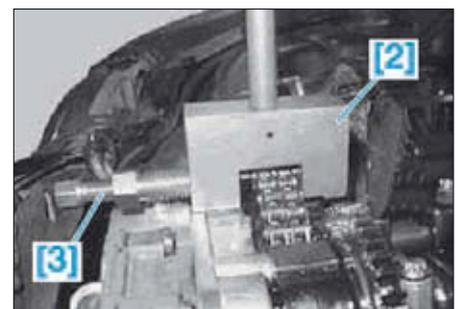

FIG. 4
- Mettre en place l'outil [2] sur la chaîne de distribution (Fig.4).